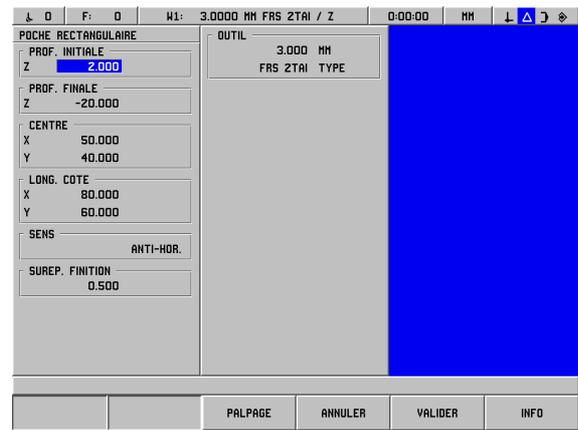
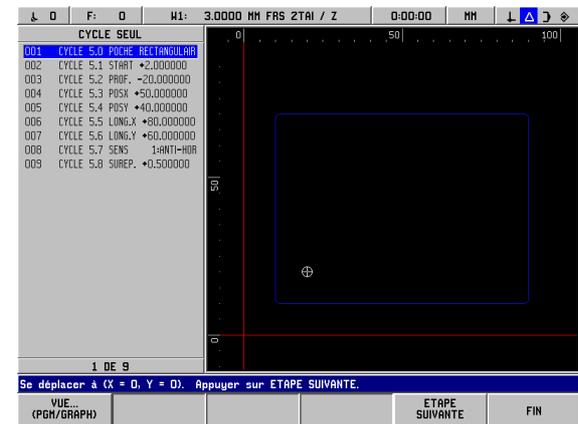

fig. I.39 Exemple de programme POCHE RECTANGULAIRE
fig. I.40 Graphisme du programme POCHE RECTANGULAIRE
**Exemple de programme: Fraisage d'une poche rectangulaire. Cf. fig. I.39 & fig. I.40.**